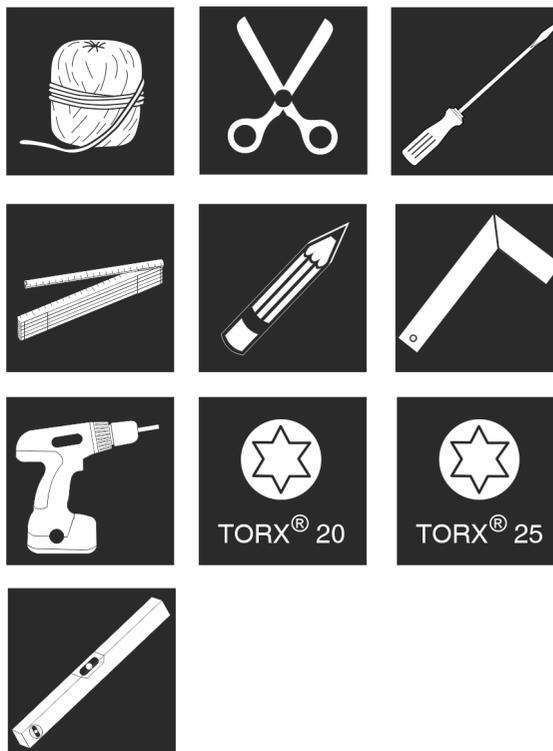

Fig. 18
1. Подготовка инструмента. Fig. 18 ()